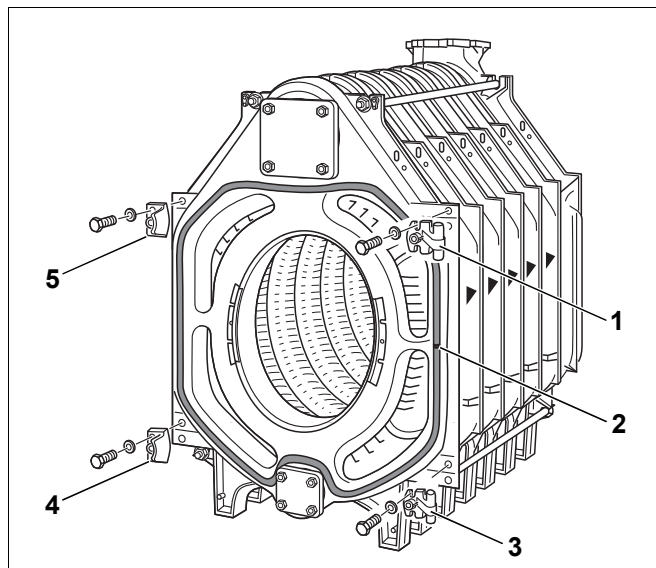

Рис. 31 Установка шарнирных крюков и запорных планок
- ▶ Через 15-20 см нанесите несколько капель клея в пазы для уплотнения (рис. 31, [2]) на передней секции (рис. 31).
- ▶ Уложите шнур GP в паз передней секции. При этом место стыка уплотнительного шнура должно быть сбоку (рис. 31, [2]).
- ▶ Закрепите шарнирные крюки двумя болтами M12 x 55 к передней секции (рис. 31, [1] и [3]) (правая навеска). Для навески дверцы слева закрепите крюки соответствующим образом с левой стороны.
- ▶ Закрепите соединительные планки со скосами для дверцы горелки (правая навеска) двумя болтами M12 x 55 к передней секции (рис. 31, [4] и [5]). Для навески дверцы слева закрепите планки соответствующим образом с правой стороны.